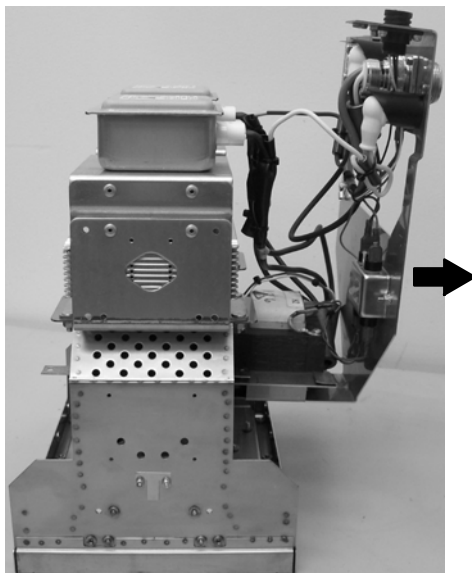

図 6-17 トランス ブラケットの取外し（外付けブローワ仕様が表示）
5. 図6-17を参照。配線接続にアクセスできるように、トランスブラケットをウェーブガイドアッセンブリから十分引出します。